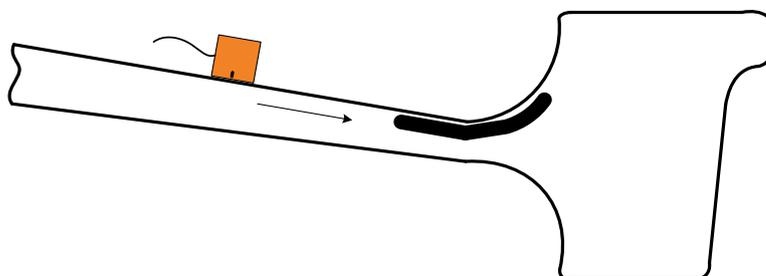

Рис. 9.8.1. Схема прозвучивания колес по варианту WR.
Контроль с внутренней поверхности диска в радиальном направлении поверхностными волнами при установке ПЭП на поверхность диска на достаточном расстоянии от обода и сканировании по окружности с целью выявления дефектов типа поверхностных трещин в приободной зоне диска, Рис.9.8.1.
9.8.4 Нанести контактную жидкость на поверхность оси. Установить преобразователь на диск колеса на расстоянии 90мм от края обода, Рис.9.8.1.